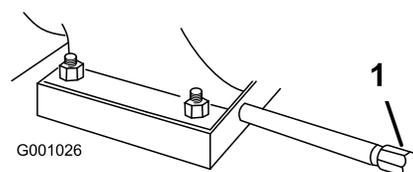

Bild 49
1. Reinigen Sie den Bereich um die Ablassschraube (Bild 49).